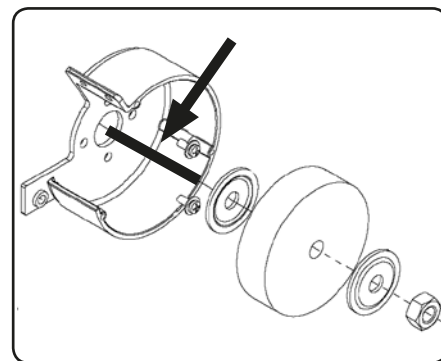

Abb. 11
- ➔ Die installierte Schleifscheibe muss die Abmessungen haben, wie sie in den technischen Daten bzw. in Tabelle 3 aufgeführt sind, und muss mit Original-Befestigungselementen des Herstellers befestigt sein. Zum Einspannen der Schleifscheibe müssen immer beide Unterlegscheiben auf beiden Seiten der Scheibe benutzt werden, deren glatte Seite zur Schleifscheibe angelehnt wird, siehe Abb. 11.